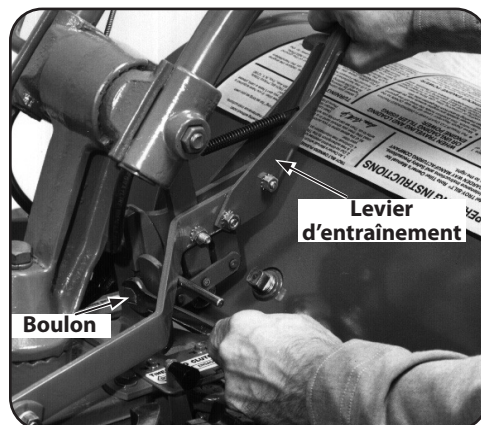

Figure 5-17
5. D'une main, retenez le levier d'entraînement en position MARCHE AVANT pendant que vous desserrez le boulon derrière le bloc de réglage à l'aide d'une clé de 9/16 po (n'enlevez pas le boulon). Voir Figure 5-17. Le bloc de réglage doit pouvoir être déplacé vers le haut ou vers le bas.